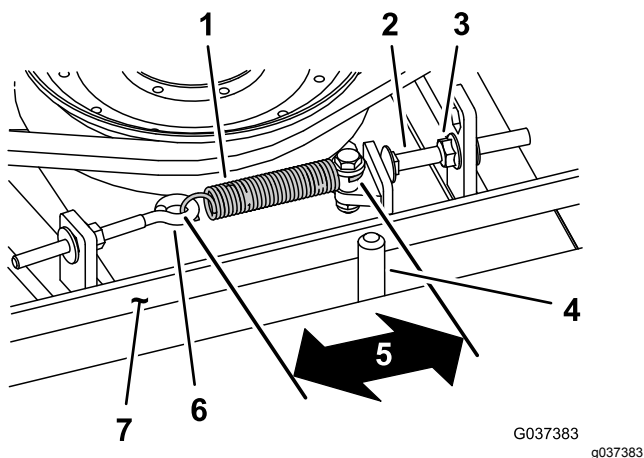

Рисунок 113
При правильном натяжении внутренняя длина пружины растяжения (между зацепами) должна быть приблизительно 8,3–9,5 см. После того, как будет достигнуто правильное натяжение пружины растяжения, отрегулируйте упорный болт (кадетный болт) так, чтобы между головкой болта и рычагом натяжного ролика оставался зазор 2–5 мм. (Рисунок 113).
Примечание: Убедитесь, что ремень расположен на направляющей ремня со стороны пружины (Рисунок 113).
2. Ослабьте рым-болт (Рисунок 113).
3. Ослабьте фланцевую гайку, которая крепит упорный болт к монтажному выступу, и отодвиньте натяжной ролик от ремня (Рисунок 113).
9. Подсоедините пружину растяжения (Рисунок 113) к рым-болту и натяните ремень следующим образом: